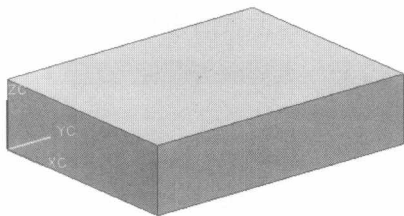

图 1.4 创建长方体
(1) 选择【插入】|【设计特征】|【长方体】命令，打开【长方体】对话框，在【长度】文本框中输入“18”，在【宽度】文本框中输入“24”，在【高度】文本框中输入“6”，单击【确定】按钮，在坐标系原点(0, 0, 0)创建长方体，如图 1.4 所示。